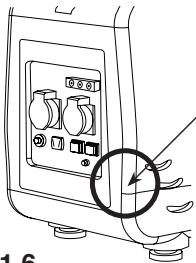

Fig. 1.6
- Sostenga una riostra en ángulo en la esquina más cercana al panel eléctrico, ligeramente debajo de los tomacorrientes (Fig. 1.6) con los pasadores del ojal hacia arriba y hacia abajo.